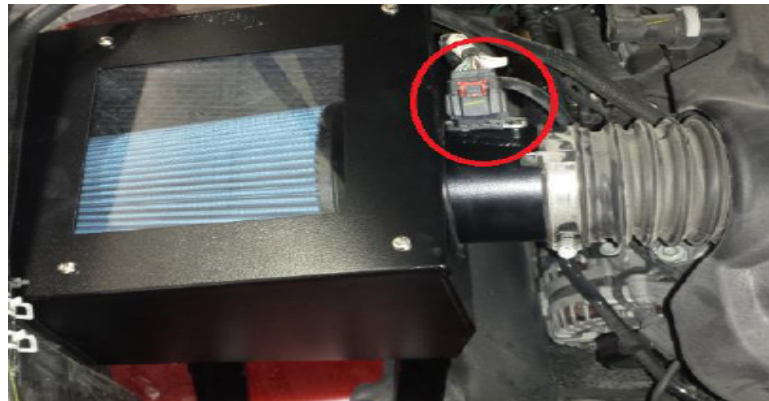

Figura 9
- Retire el sensor MAF de la cubierta de la caja de aire de fábrica e instálelo en el nuevo tubo MAF. Conecte el sensor MAF. La instalación del juego debe estar completa como se muestra en la Figura 9.